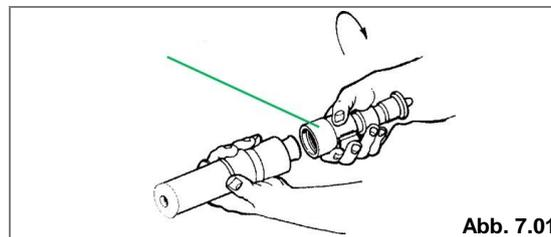

Abb. 7.01
- Drehen Sie das Verschlussgehäuse gegen den Uhrzeigersinn und ziehen Sie es ab. (Siehe Abb. 7.01)